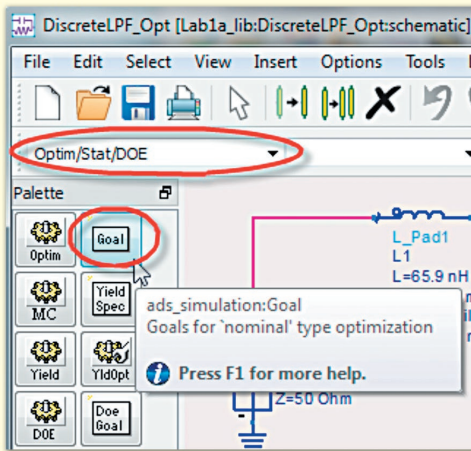

Рис. 21
- Поверніться до головного вікна і переконайтеся, що комірка тепер скопійована і відображається в списку з новим ім'ям, яке ми задали в процесі копіювання (рис. 21).